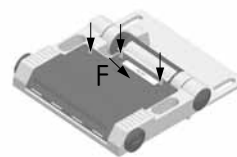

Fig. 4
- Ensuite, visser les 3 vis de couvercle (Fig. 4) et les serrer uniformément avec un couple de serrage de 0,6 Nm.